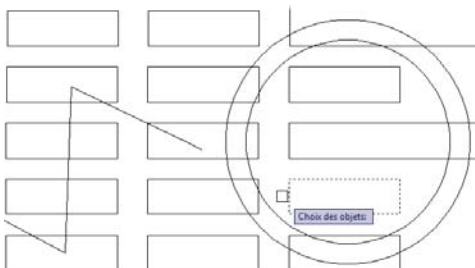

Figure 3.127
1. Activez l'outil Prolonger, choisissez l'objet (le rectangle à l'intérieur du cercle) puis validez (voir Figure 3.127).